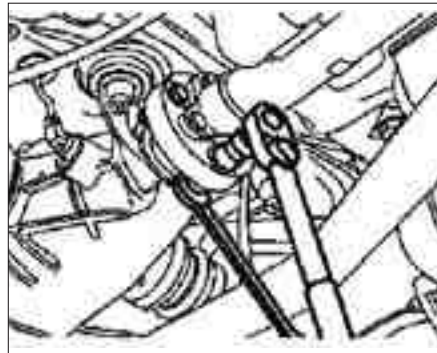

FIG. 4
- Desmontar las fijaciones del flexor sobre el puente tras. (fig. 4).